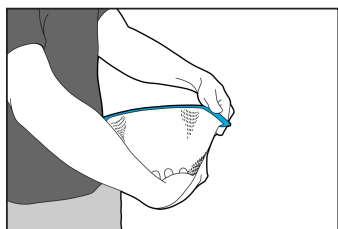

Fig. 1
2. Pentru a întinde în prealabil un cadru U sau un cadru S, țineți masca contra șoldului cu o mână și întindeți masca aproximativ 15 cm (6 inch) cu mâna (Fig. 1).